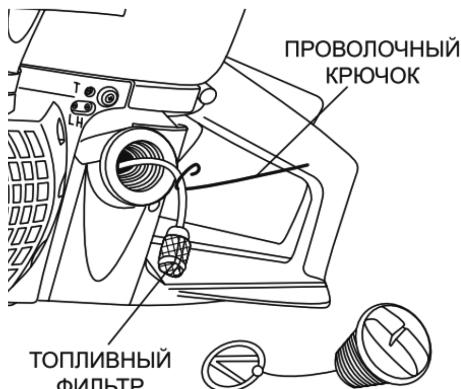

Рис. 45
3. Засцепите крючком топливный шланг с фильтром и вытяните через заливную горловину (Рис. 45).